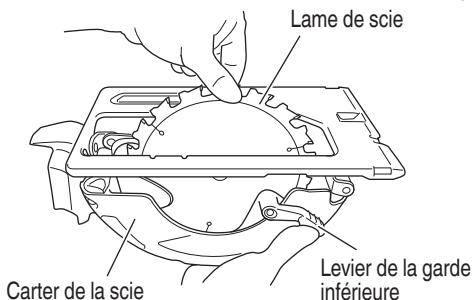

Fig. 7
- (2) Appuyer sur le bouton de verrouillage, verrouiller l'arbre et retirer le boulon fileté à gauche et la rondelle (B2) à l'aide de la clef à barre hexagonale.
- (3) Tout en tenant le levier de la garde inférieure pour maintenir la garde inférieure complètement rentrée dans le carter de la scie, retirer la lame de scie (Fig. 7).